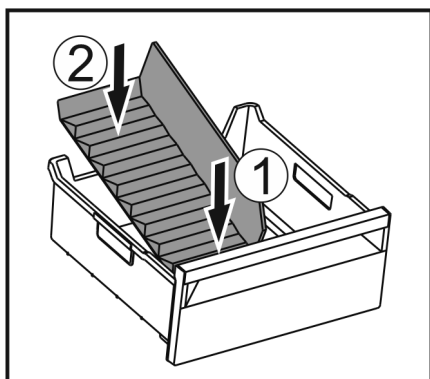

Fig. 209
- Vorderen Teil des Eisfach-Trenners einsetzen. Fig. 209 (1)
- Hinteren Teil des Eisfach-Trenners bis zum Schubfachboden absenken. Fig. 209 (2)